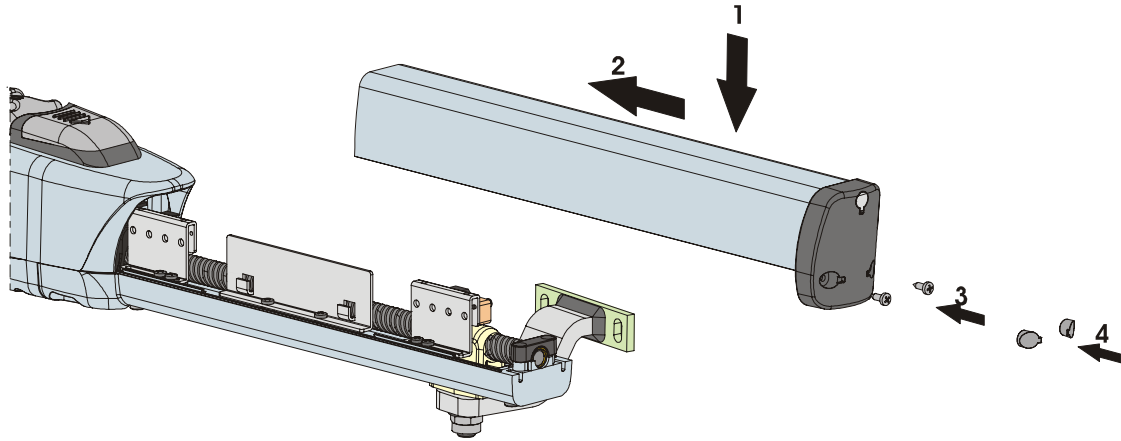

Abb. 25
- 6) Die Abdeckung wieder positionieren und hierzu auf der unteren Verbindung gleiten lassen und dabei sicherstellen, dass sie anschlägt, Abb. 25.
- 7) Erneut die beiden unteren Schrauben anschrauben, Abb. 25.